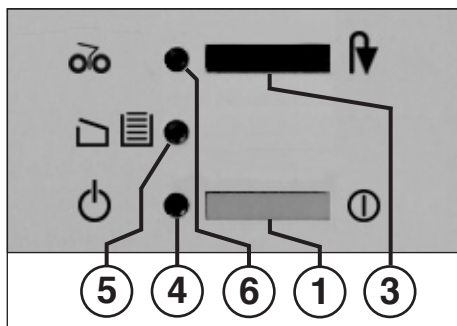

Fig. 1
#### 1 = Pulsante (Fig. 1)
#### 3 = Pulsante „Inversione rotazione“ (Fig. 1)
„Pronto funzione“ (Fig. 1)
#### 5 = Spia di controllo (Fig. 1)
„Inceppamento“ (Fig. 1)
- Inserire la macchina tramite il pulsante (1) (fig. 1). La spia di controllo (4) (Fig. 1) si accende.
Assicurarsi che durante la notte l'apparecchio sia sempre disinserito (pulsante (1) (Fig. 1).
- La spia di controllo (6) (Fig. 1) si accende.
- Azionare brevemente il pulsante per lo scorrimento all'indietro (3) (fig. 1).
- La spia di controllo (6) (Fig. 1) si spegne.
Sollecitando il motore oltre i limiti avviene il blocco. Disinserire la macchina tramite il pulsante (1) (Fig. 1).